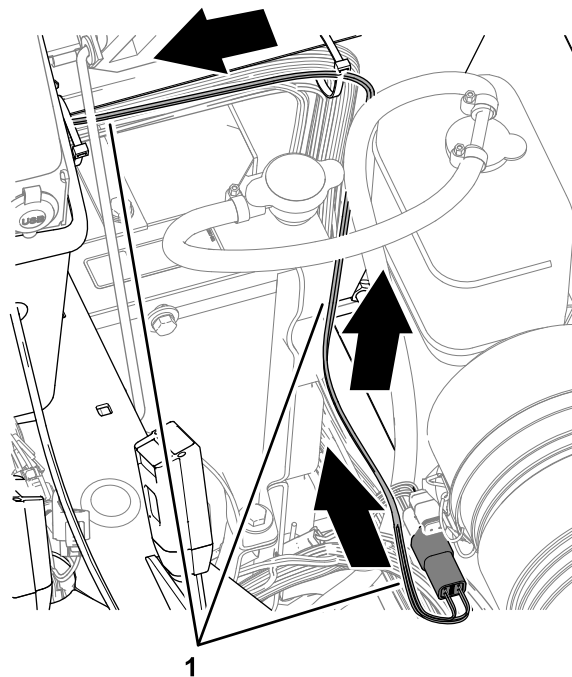

Figura 31
1. En el lado derecho del radiador, enrute el arnés Bus ISO-CAN hacia arriba, junto al arnés de cables de la máquina, y hacia la consola central (Figura 31).